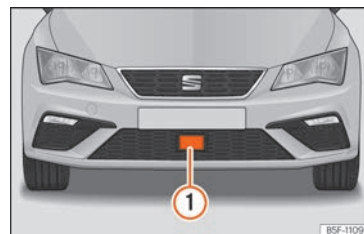

Fig. 271 En el paragolpes delantero: sensor de radar.
Con el vehículo detenido, apague el motor y vuélvalo a ponerlo en marcha. Realice una comprobación visual del sensor de radar » fig. 271 (por si presenta suciedad, hielo o ha sufrido un golpe). Si sigue sin estar disponible, acuda a un taller especializado para que revisen el sistema.
En el paragolpes delantero va montado un sensor de radar para captar la situación del tráfico » » » fig. 271 ①.
Esta indicación para el conductor se visualiza si la visibilidad del sensor radar está mermada debido, por ejemplo, a hojas, nieve, fuerte bruma o suciedad. Limpie el emblema SEAT » **fig. 271.**